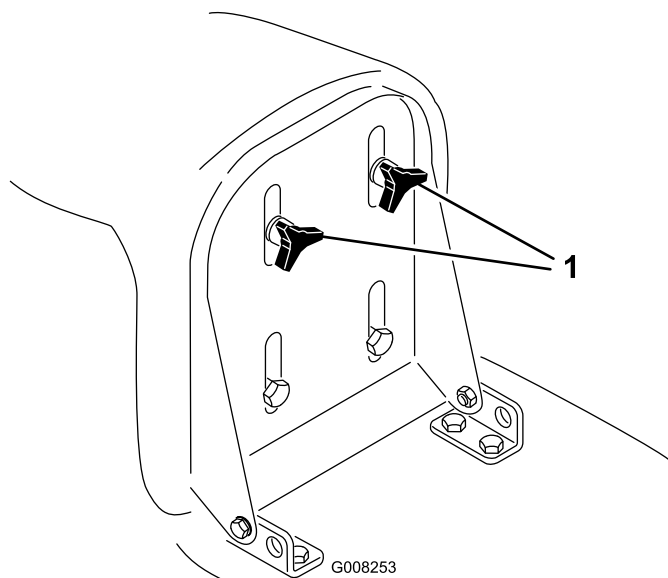

Bild 5
1. Klappen Sie den Sitz hoch und lösen Sie die Einstellhandräder (Bild 5).